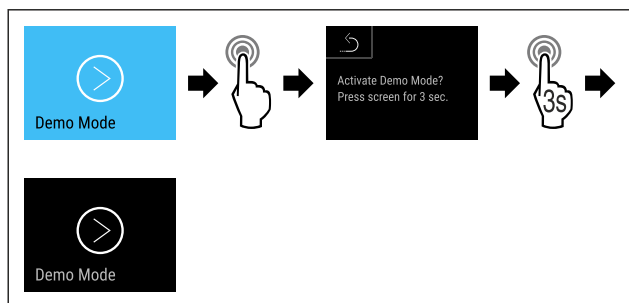

Fig. 161
- ▶ Handlungsschritte (siehe Fig. 161) durchführen.